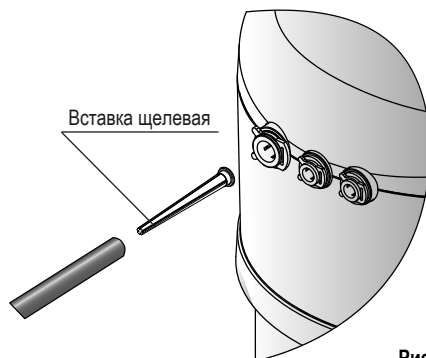

Рис. 6
Установка щелевой вставки** (рис. 6)
- Установите одну щелевую вставку в трубку 3/8" (9,5 мм) как указано на рис. 6 и подсоедините данный конец трубки к водочистителю.
- Извлеките щелевую вставку из трубки (см. рис. 6).